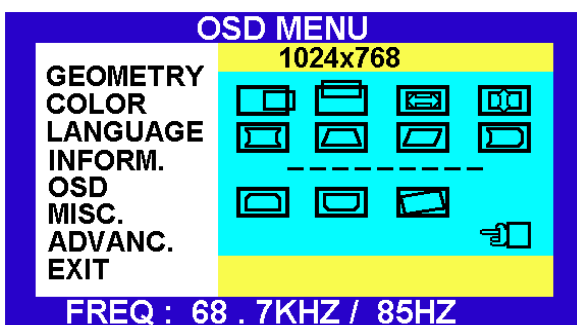

Figure 4 : menu principal OSD
Appuyez sur le bouton 'ONE TOUCH OSD' (B) pour appeler le menu principal OSD. La Figure 4 est affichée.